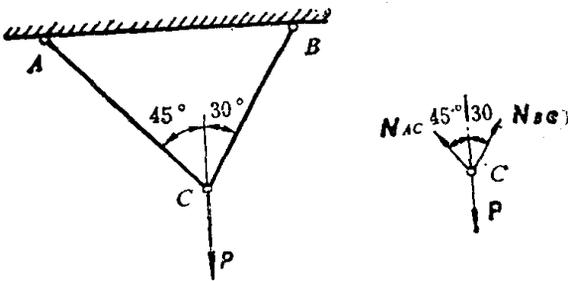

图 1.17
1.17 图1.17示结构中AC、BC均为直径 $d = 20\text{mm}$ 的圆截面直杆，两杆材料均为 A_3 钢，许用应力 $[\sigma] = 160\text{MPa}$ ，求此结构的许可载荷。